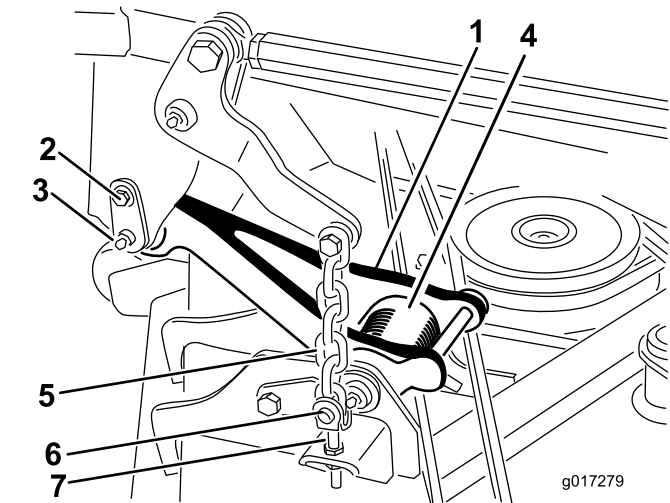

Figure 2
Remarque: Lorsque le plateau de coupe est relevé, la tension du ressort de torsion des tirants (Figure 2) est réduite, ce qui facilite le désaccouplement des tirants de la machine.
2. Désaccouplez le tirant de chaque côté de la machine (Figure 2).
- A. Retirez la vis à épaulement qui fixe la goupille de retenue au bâti porteur (Figure 2).
- B. Sortez avec précaution la goupille de retenue du bâti porteur et du tirant (Figure 2).
6. Déposez les (4) goupilles de retenue et axes de chape qui fixent les chaînes de relevage aux chapes de réglage sur le plateau de coupe (Figure 2).
2. Déposez les (4) axes de chape et goupilles de retenue qui fixent les chaînes de relevage aux chapes de réglage sur le plateau de coupe (Figure 2).
5. Alignez le tirant sur le bâti porteur et fixez le tirant avec la goupille de retenue (Figure 2). Fixez la goupille de retenue au bâti avec la vis à épaulement (Figure 2).